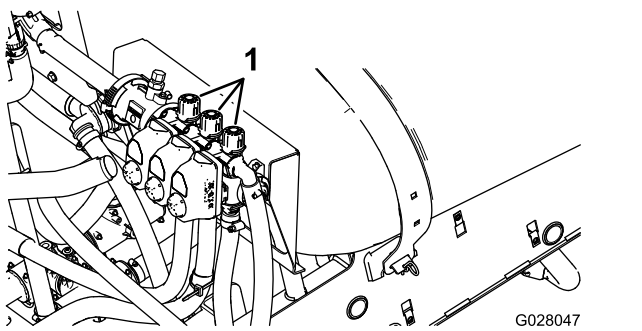

Bild 74
10. Stellen Sie den linken Ausleger ab und stellen das Auslegersicherheitsventil (Bild 74) ein, bis der Druck am vorher angepassten Niveau (normalerweise 2,76 bar) liegt.
12. Stellen Sie das rechte Auslegersicherheitsventil (Bild 74) ein, bis der Druck am vorher angepassten Niveau (normalerweise 2,76 bar) liegt.
14. Stellen Sie das mittlere Auslegersicherheitsventil (Bild 74) ein, bis der Druck am vorher angepassten Niveau (normalerweise 2,76 bar) liegt.